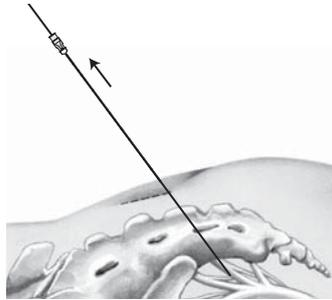

Figura 6. Retire a agulha de forame
2. Mantendo a parte proximal da guia de orientação em posição, retire suavemente a agulha de forame do doente e da guia de orientação (Figura 6).